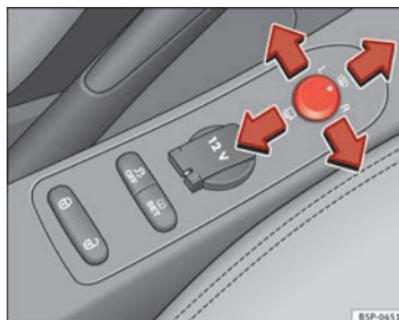

Fig. 86 Comando dos retrovisores exteriores
1. Rodar o botão giratório ⇒ Fig. 86 para a posição **L** (espelho retrovisor esquerdo). ▶
- Rodar o comando ⇒ Fig. 86 até à posição  para rebater os retrovisores exteriores. Para evitar danos no veículo, deve recolher os retrovisores exteriores sempre que o veículo entre num túnel de lavagem automática.